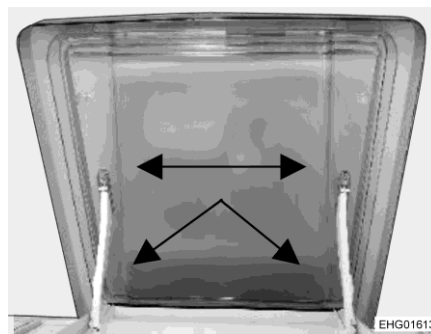

Fig. 175 Claraboya VisionStar
- La claraboya se puede desmontar para limpiarla. Para ello, retirar con cuidado las férulas de plástico (Fig. 175, flechas).